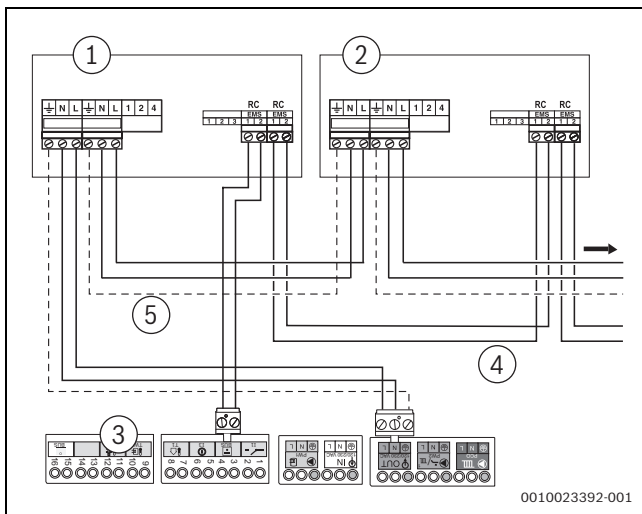

Bild 58 Anschluss mehrerer Funktionsmodule
- ▶ EMS-Busanschluss des ersten Moduls für das zweite Modul verwenden. Hierzu das mit dem Modul mitgelieferte Kabel verwenden (→ Bild 58, [4]).
- ▶ 230 V_{AC} Netzkabelanschluss des ersten Moduls für das zweite Modul verwenden. Hierzu das mit dem Modul mitgelieferte Kabel verwenden (→ Bild 58, [4]).